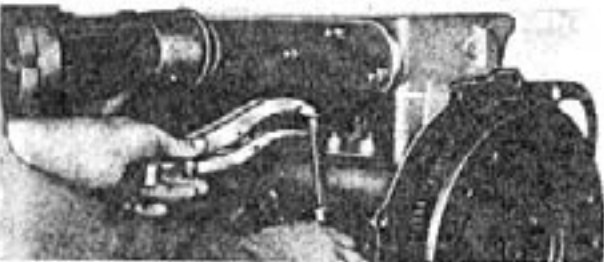

fig. 9 — remoção das molas das válvulas de escapamento
4. Sustentando a mola comprimida, forçar a sua parte inferior para fora, usando uma pequena alavanca a fim de libertar a mola do tucho (fig. 9).